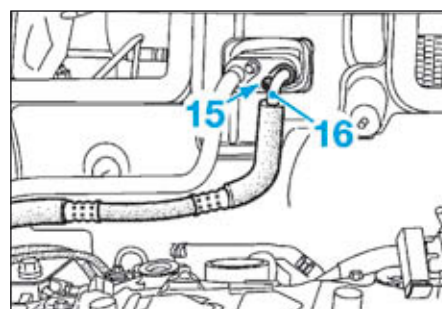
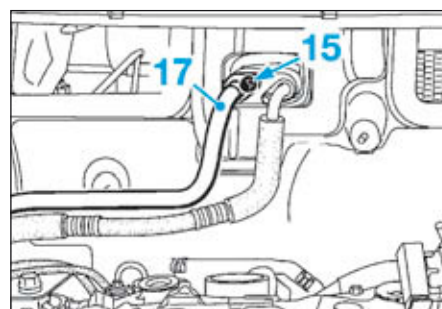

FIG.46
FIG.47
- Déposer les vis (15) des brides des tuyaux de liaison (Fig.46) et (Fig.47).
- le tuyau de liaison «condenseur - évaporateur» (16) (Fig.46),
- le tuyau de liaison «évaporateur - bouteille déshydratante» (17) (Fig.47).